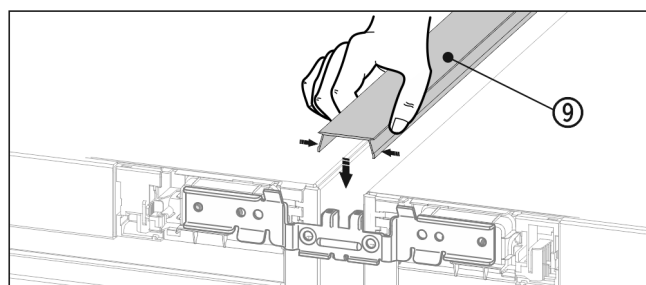

Fig. 26
- Sul lato superiore premere il listello superiore Fig. 26 (9) corto nella fessura orizzontale.